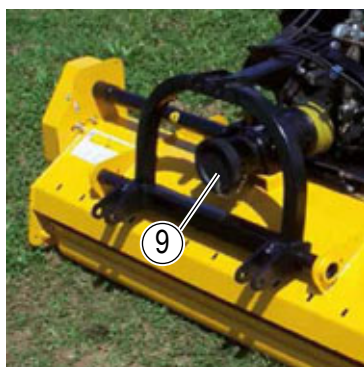

Fig.67
- Coperchio di protezione della presa di forza (9, "Fig.67").
- PTO protection cover (9, "Fig.67").
- Couvercle de protection de la prise de force (9, "Fig.67").
- Schutzabdeckung der Zapfwelle (9, "Fig.67")
- Tapa de protección de la toma de fuerza (9, "Fig.67")
- Tapa de proteção da tomada de força (9, "Fig.67")